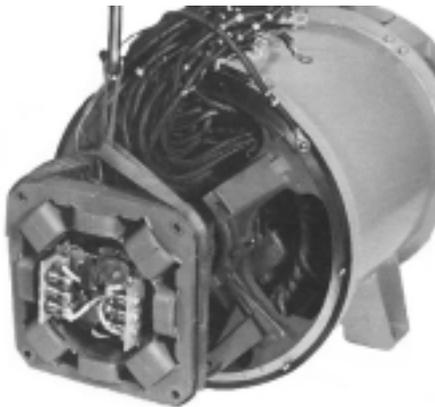

Figure 6-75
3. Mettre les fils de l'excitatrice sur le bord intérieur gauche (a 9H00) en utilisant un appareil de levage adapté. Monter le stator de l'excitatrice sur les pattes de fixation du support avant et aligner les trous de montage (Figure 6-75). Monter des vis et des rondelles belleville (Figure 6-72). Serrer los vis avec un couple de 81 N-rn. Fixer et écarter es fils de l'excitatrice du stator des pièces tournantes.